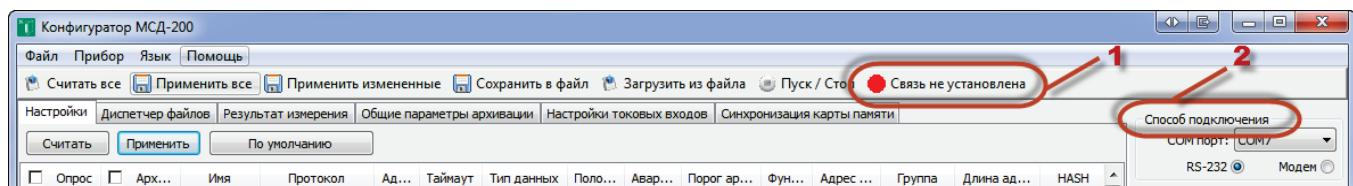

Рисунок 7.1
7.2.2 Связь с прибором контролируется индикатором, находящимся справа от кнопки «Пуск/Стоп» (смотри рисунок 7.1 – ссылка 1). Если связь с прибором установлена, индикатор окрасится в зеленый цвет. В случае неудачной попытки соединения индикатор связи остается окрашенным в красный цвет, а на индикаторе «статистика сети» количество «пакетов» приблизительно равно количеству «кошибок» (во вкладке «способ подключения» рисунок 7.1 – ссылка 2). Разрыв соединения осуществляется нажатием кнопки «СТОП».
7.2.4 После определения необходимо перейти в раздел «Способ подключения» (рисунок 7.1 – ссылка 2) и отметить точкой «RS-232» или «Модем». В зависимости от выбранного значения, появится одно из следующих окон: